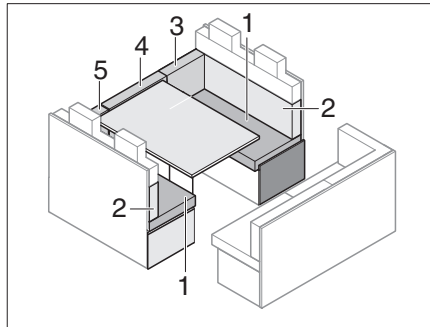

Fig. 190 Avant la transformation
- Enlever les coussins de dossier (Fig. 190,3,4 et 5) et les placer de côté.